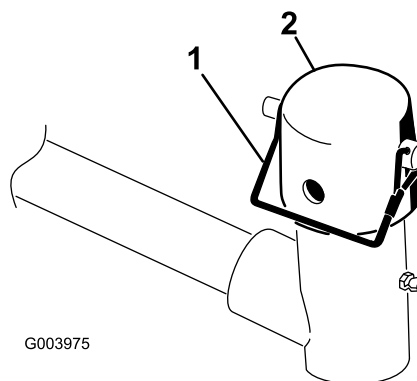

図 4
3. 各カッティングユニットの昇降アームで、キャップを昇降アームのピボットヨークに固定しているリンチピンを外してキャップを外す 図 4。